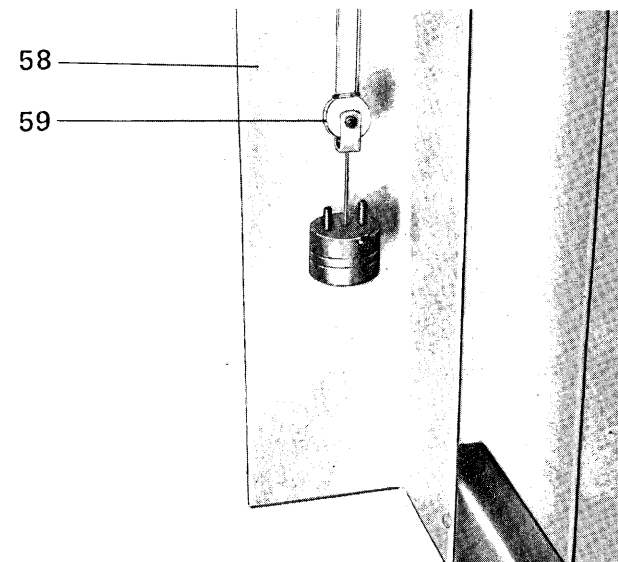

Fig. 22
- Appliquer le carter de protection (58 fig.22) sur le montant du bâti